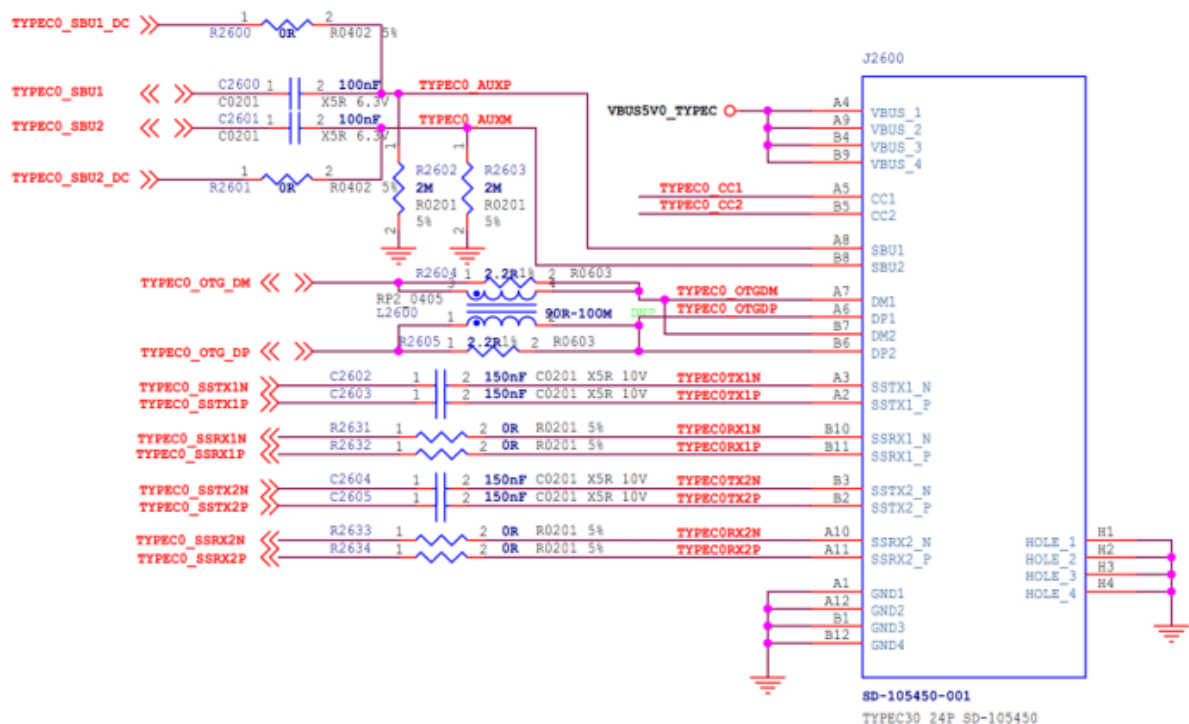

图 19 RK3588 Type-C0 接口
5. TYPEC0\_SBU1/TYPEC0\_SBU2 只用于 DP Alternate Mode 的 AUX 通信。按照 AUX 的协议要求，需要根据 Type-C 插入的正反面，对 SBU1/SBU2 进行相应的电平上拉操作。因为 RK3588 芯片内部没有实现 SBU1/SBU2 的自动上拉，所以要求硬件外部电路增加两个 GPIO 控制（对应图 19 中的 TYPEC0\_SBU1\_DC/TYPEC0\_SBU2\_DC）。对 GPIO 的默认上下拉方式没要求，可以选择任意的 GPIO。软件上，需要修改 usbdp\_phy 节点的属性 `sbu1-dc-gpios` 和 `sbu2-dc-gpios` 进行适配；